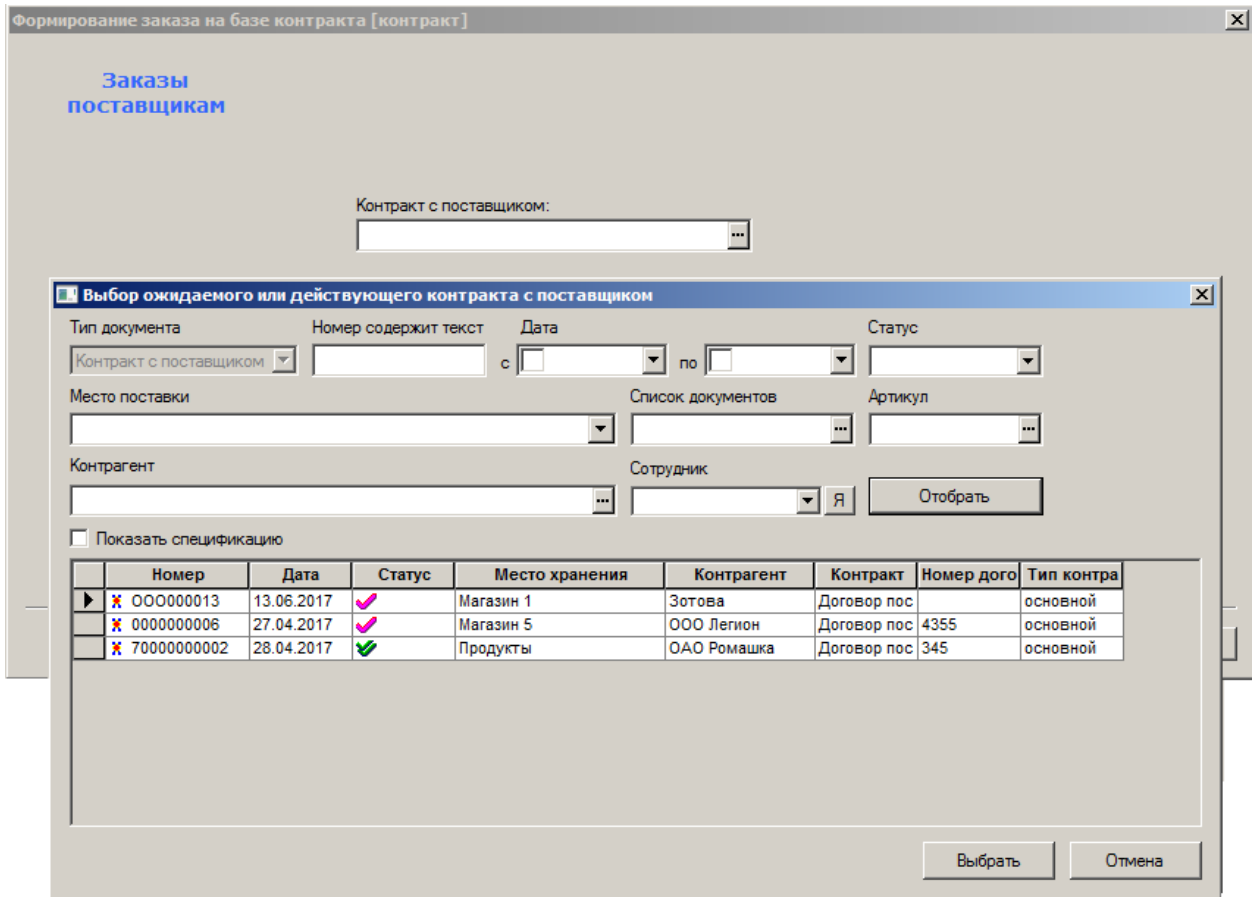

Рисунок 32 – Формирование заказа на базе контракта (2)
2. Выбор контракта из списка действующих производится в окне **Выбор документа** (Рисунок 32):